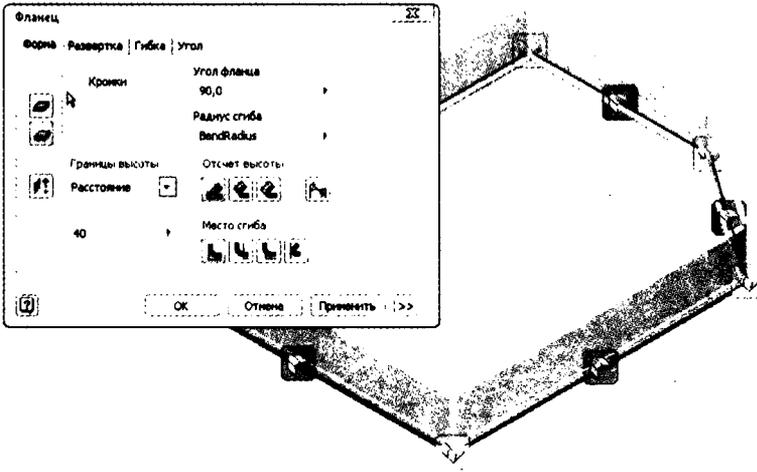

Рис. 10.6. Выберите грань для определения фланца
4. Установите расстояние 40. Если направление фланца на предпросмотре не совпадает с направлением на рис. 10.6, нажмите кнопку **Shift**, отмените выбор контура, затем заново выберите.